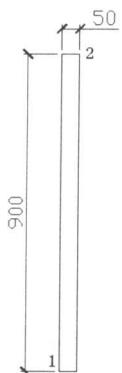

图 1-2 绘制矩形
(1) 使用【矩形】工具，绘制一个长为 50，宽为 900 的矩形，如图 1-2 所示。
指定第一个角点或 [倒角 (C) /标高 (E) /圆角 (F) /厚度 (T) /宽度 (W) ]: (在绘图区的任意处单击鼠标左键，如图 1-2 中的点 1)